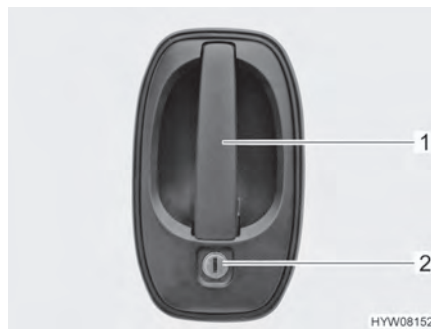

Fig. 31 Serratura della porta (porta conducente/porta di ingresso, lato esterno)
- Inserire la chiave nel cilindro della serratura (Fig. 31,2) e ruotare fino a quando la serratura della porta si sblocca.
- Tirare la maniglia della porta (Fig. 31,1). La porta è aperta.
- Inserire la chiave nel cilindro della serratura (Fig. 31,2) e ruotare fino a quando la serratura della porta si blocca.